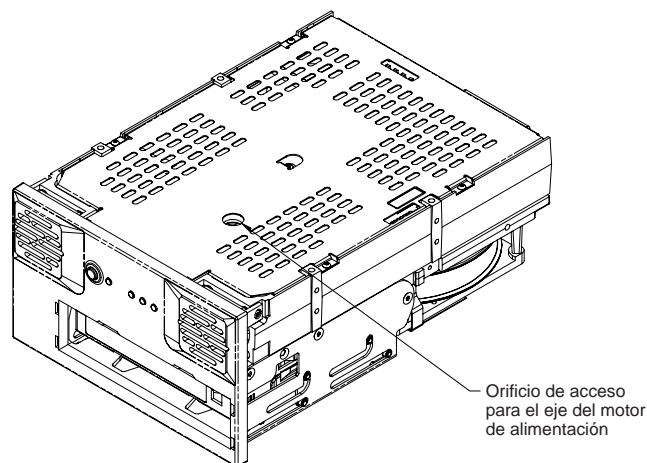

Figura 20. Diagrama de la parte inferior de la unidad Viper 200 con el orificio de acceso al motor de suministro
4. Inserte la llave hexagonal de 1,5 mm a través del orificio en la placa inferior mostrada en la Figura 20. Gire la llave en sentido de las agujas del reloj, lenta y suavemente, para rebobinar la cinta en el cartucho. Esto puede tardar un poco.